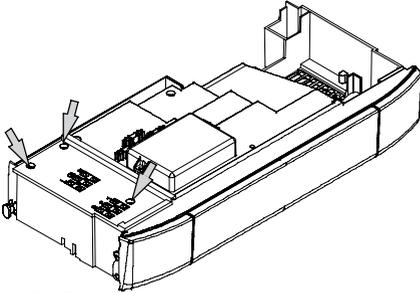

Рис. 5.17
- Открутите винты и снимите крышку клеммной колодки, см. Рис. 5.17.